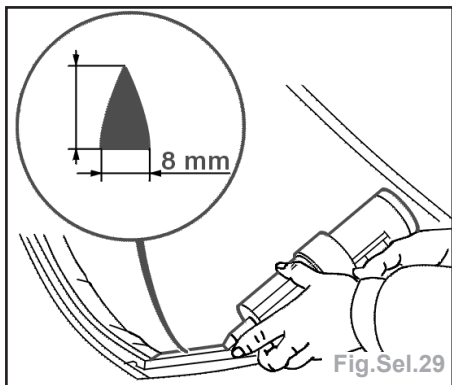

Fig.Sel.29
- Déposer un cordon de mastic colle sur la périphérie en prenant appui sur le bord du joint (Fig.Sel.29).